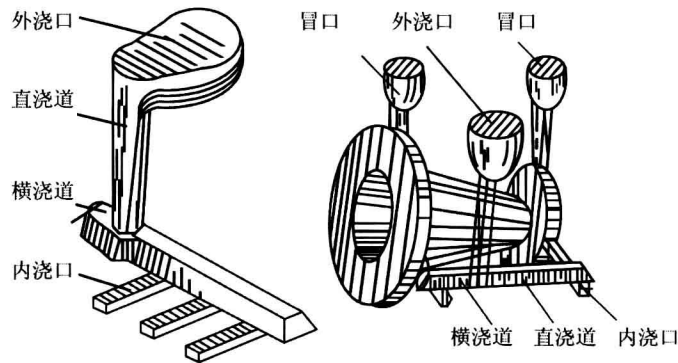

图 2-10 浇注系统的组成
(1)浇注系统是指液体金属流入铸型型腔的通道。典型浇注系统一般包括外浇口、直浇道、横浇道、内浇道等,如图 2-10 所示。